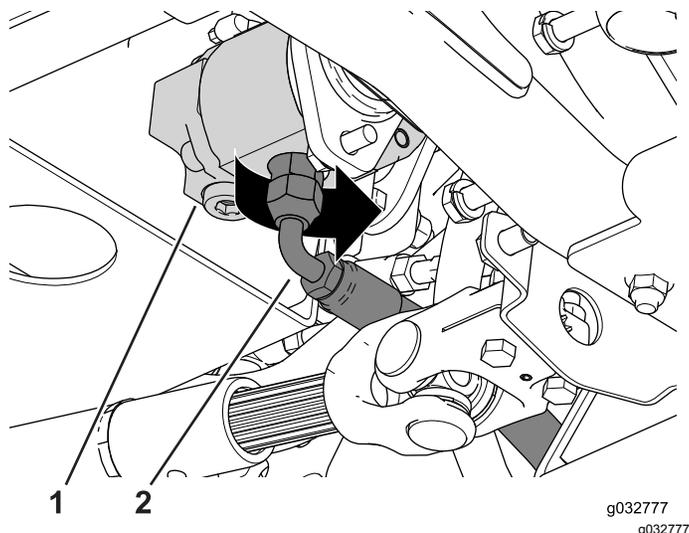

Figura 122
3. Allineate i fori dei bulloni per montare, senza serrarli, i bulloni e i distanziali sul lato destro della macchina (Figura 122).
- Allentate il raccordo del flessibile di mandata collegato alla pompa a ingranaggi e ruotate il flessibile di mandata verso il lato destro della macchina (Figura 122).